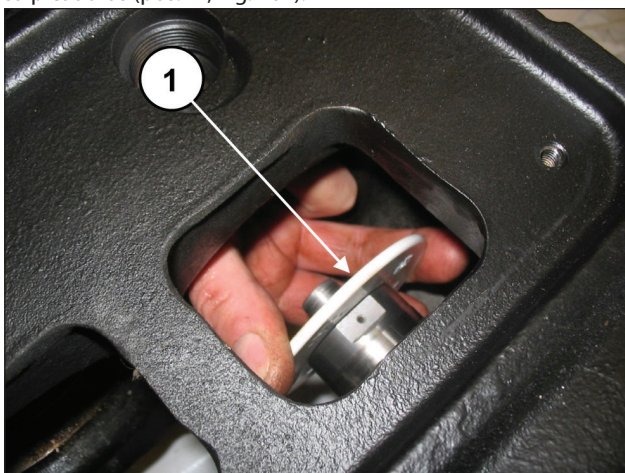

Fig. 161
Extraer de la guía de los pistones los protectores contra salpicaduras (pos. ①, Fig. 161).